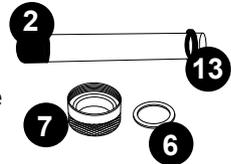

Figure 6
6. Retirez l'écrou de compression du joint de quartz (7) en le tournant dans le sens **antihoraire**,
Figure 3. Utilisez une paire de pinces multiprises si nécessaire, Figure 5. Vous remarquerez qu'une rondelle de compression en acier inoxydable (6) glisse sur le tube de quartz. Conservez la rondelle (6) pour une utilisation ultérieure, Figure 6.